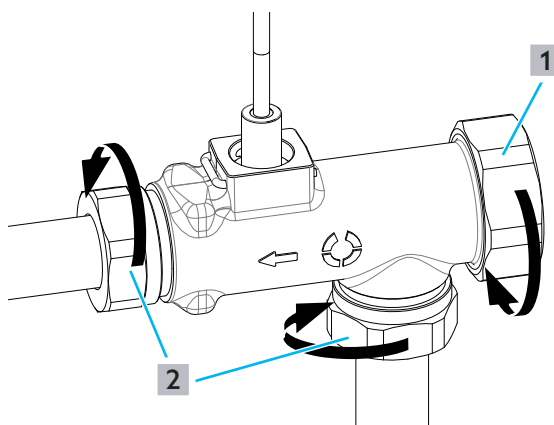

Abb. 22: Volumenstromsensor ausbauen
6 Schrauben Sie die Verschlusskappe (siehe Abb. 22 auf Seite 30 (1)) für den Zirkulationsanschluss ab.